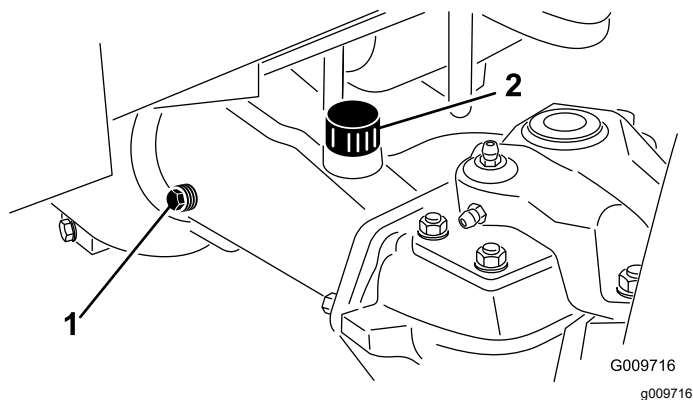

図 80
2. アクスルの一方の端部から点検用プラグを抜き、穴の高さまで潤滑油があることを確認する図 80。